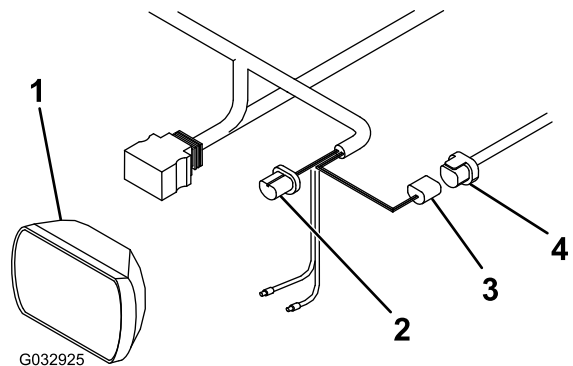

Bild 14
1. Nehmen Sie den Kabelanschluss hinten am linken Scheinwerfer des Fahrzeugs ab (Bild 14).
2. Schließen Sie den blauen Anschluss vom langen Kabelbaum hinten am linken Fahrzeugscheinwerfer an (Bild 14).
3. Schließen Sie den schwarzen Anschluss vom langen Kabelbaum am vorher abgeschlossenen Anschluss am Fahrzeugkabelbaum an (Bild 14).